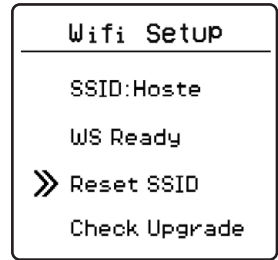
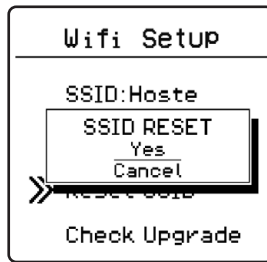

Abb. 17
Abb. 18
3. Wählen Sie mit den Pfeil-Tasten den Menüpunkt **Reset SSID**, wählen Sie mit den Pfeil-Tasten **YES** aus und bestätigen Sie die Auswahl durch ein kurzes Drücken der Enter-Taste (Abb. 17 und Abb. 18).